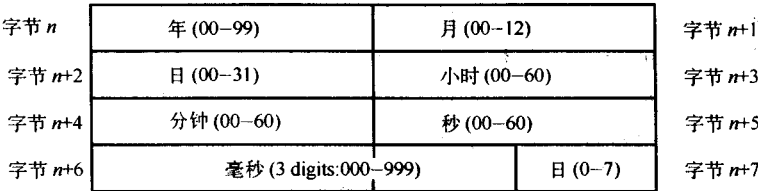

图 5-15 S7 DATE \_ AND \_ TIME 元素结构体
■ DATA \_ AND \_ TIME: 8 位 BCD 码数据值的集合代表一个年/月/日/小时/分钟/秒/微秒/星期日特性, 保存在如图 5-15 中的存储器中。DATE \_ AND \_ TIME 常数以如下格式输入:
当在存储器中存储的时候, 区域内部指针是与上面提到的 32 位存储器间接指针形式相同的一个 32 位数。跨区域指针数据值以相同的 32 位数据格式保存在存储器中, 除了最高位是 1 和位 24、25 和 26 包含一个 3 位代码, 它们识别指向的存储器区域 (如图 5-15 所示)。